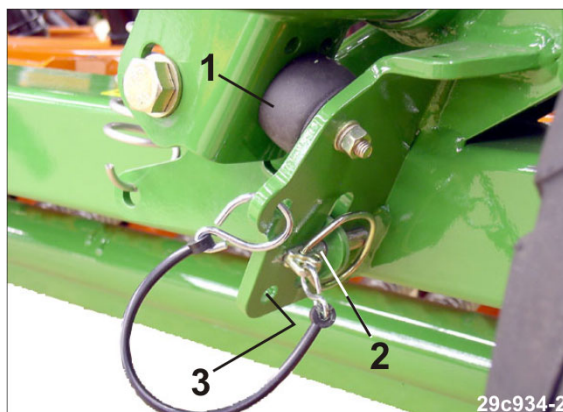

Fig. 168
- 3.1 Apăsăți brațele în consolă ale marcatoarelor de urmă contra tamponului din cauciuc (Fig. 168/1).
- 3.2 Scoateți șplintul (Fig. 168/2) și fixați în poziția de parcare în orificiul (Fig. 168/3).